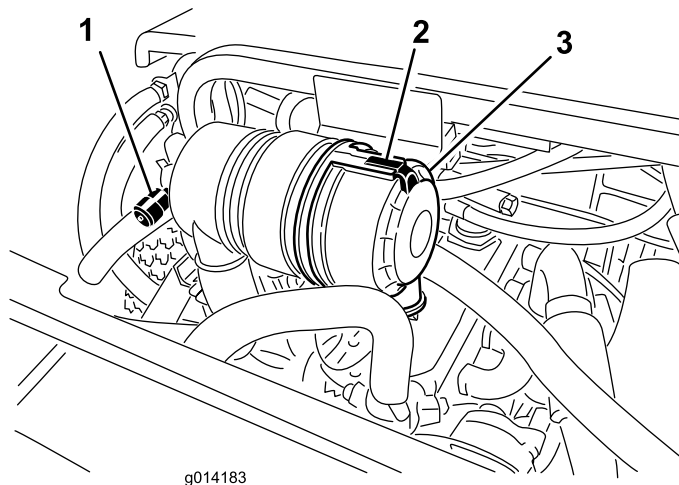

Bild 43
Warten Sie den Luftfilter nur, wenn die Wartungsanzeige dies angibt (Bild 43). Das frühzeitige Auswechseln des Luftfilters erhöht nur die Gefahr, dass Schmutz in den Motor gelangt, wenn Sie den Filter entfernen.
1. Lösen Sie die Lasche, mit der die Abdeckung des Luftfilters am Luftfilterkörper befestigt ist (Bild 43).